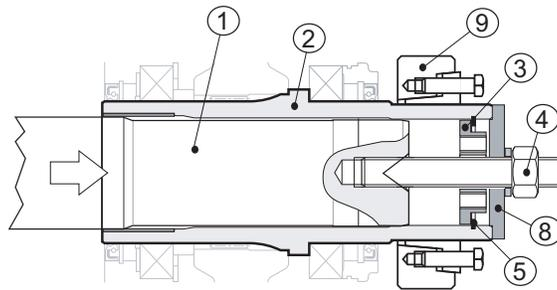

Fig. 24
Quindi inserire nelle loro sedi prima il fondello (pos. 3), il seeger per interni (pos. 5) ed il fondello (pos. 8), a questo punto avviando il dado della barra filettata si portano i due alberi a battuta tra di loro (vedi Fig. 24 (pag. 30)).